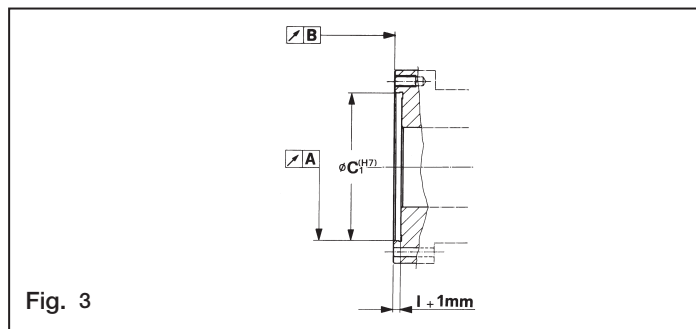

Fig. 3
- 3.3 El colector de alimentación y de drenaje (parte no rotante del cilindro) va montado en posición por medio de una horquilla anclada a la máquina (fig. 3). Dicha horquilla debe tener un ojal de guía que se sitúa preferentemente sobre el racor de drenaje o sobre un perno recubierto de goma y fijado en la parte superior del colector; la horquilla no debe ejercitar empujes axiales y debe tener 2-3 mm de juego radial; la misma mantiene los racores de drenaje de aceite y del refrigerante verticales en modo de facilitar el reflujo por gravedad.